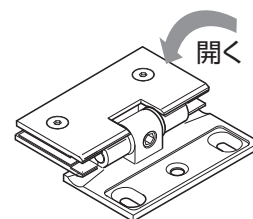

図 II -1
- (1) 丁番をドアが開いたときのように、開いてください (図 II -1)。
- (2) 押さえボルトを外してください。